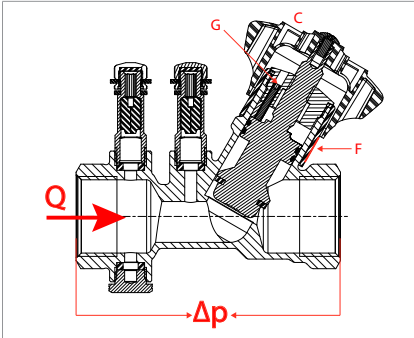

Fig. 2
Le valvole R206B sono dotate di un meccanismo di memoria meccanica dell'apertura (prerregolazione). Questo meccanismo opera limitando la corsa della manopola (rif.C - fig.2) tramite una vite di bloccaggio (rif.G - fig.2). La prerregolazione si effettua nel seguente modo:
- Effettuare la regolazione della valvola R206B tramite la manopola (rif.C - fig.2), sulla scala di regolazione (rif.F - fig.1);
- Avvitare in senso orario fino a battuta la vite di bloccaggio della prerregolazione (rif.G - fig.2) utilizzando una chiave a brugola da 1,5 mm per le versioni da 1/2", 3/4", 1", 1 1/4" o da 2 mm per le versioni da 1 1/2", 2".
R206B valves are equipped with a mechanism of mechanical memory of the opening (pre-regulation). This mechanism works by limiting the handle stroke (ref. C – fig.2) through a locking screw (ref.G – fig.2).
- Make the regulation of the R206B valve by means of the handle (ref.C-fig.2), on the regulation scale (ref. F – fig.1);
- Screw clockwise until it stops the locking screw of the pre-regulation (ref.G-fig.2) by using an Allen key of 1,5 mm for versions 1/2", 3/4", 1", 1 1/4" or 2 mm for versions 1 1/2", 2".